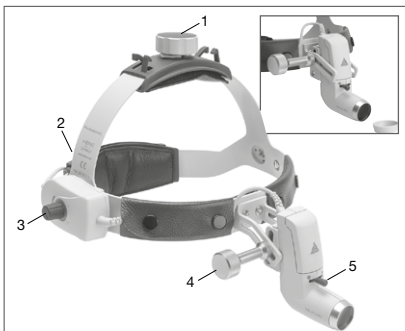

Fig. 2 Cinta craneal Professional L
Ajuste de la **cinta craneal Professional L** (ver Fig. 2): La cinta craneal puede ensancharse o estrecharse girando las ruedas giratorias situadas en la parte superior (1) y trasera (2).
Ajuste de la dirección y del campo de iluminación (ver fig. 2)